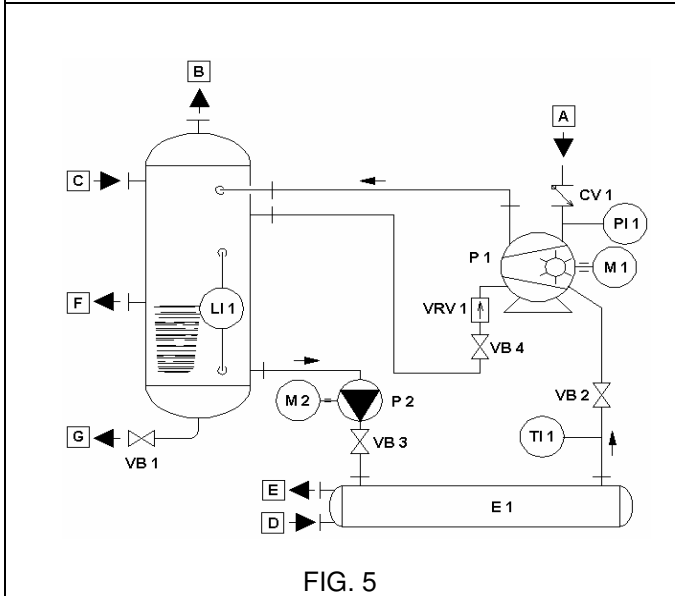

FIG. 5
- **geschlossener Kreislaufbetrieb (FIG. 5)**